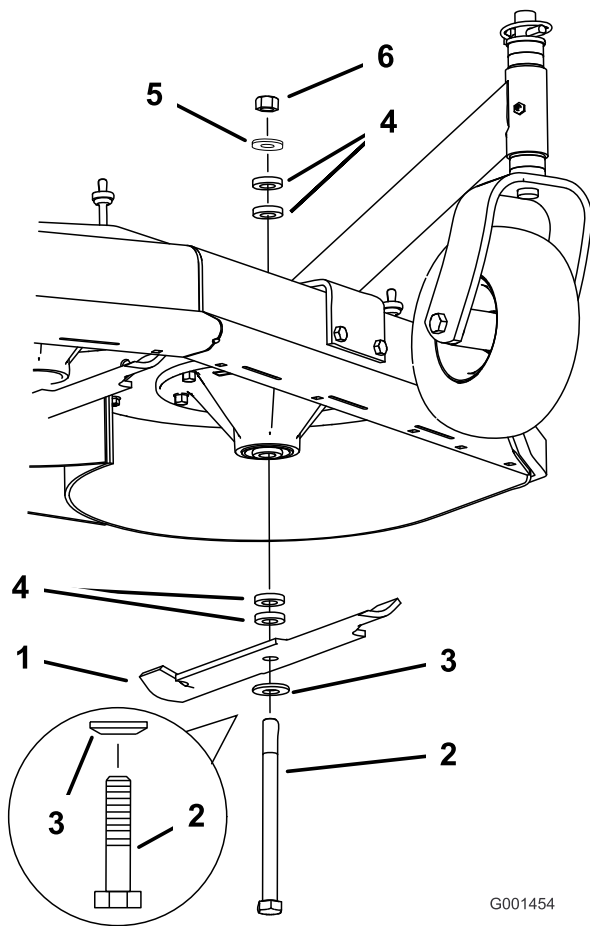

Figure 50
2. Enlevez de l'axe, l'écrou, le boulon de lame, la rondelle bombée, la lame, les entretoises et la rondelle mince (Figure 50).
1. Placez la lame sur le boulon et par dessus la rondelle bombée. Choisissez le nombre correct d'entretoise(s) pour la hauteur de coupe, et insérez le boulon dans l'axe (Figure 50).